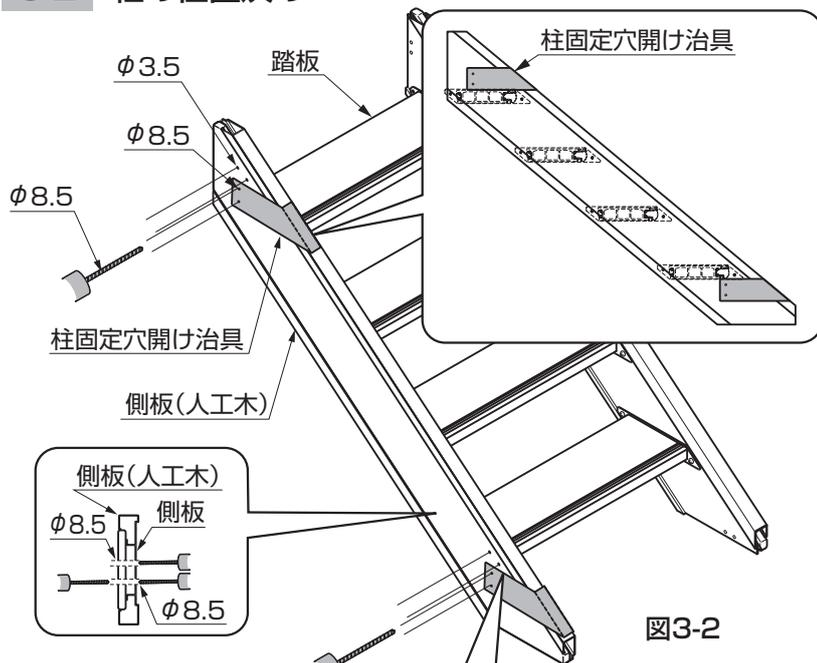

図3-2
① 柱固定穴開け治具を図のように使い、踏板面の上か下に合わせて側板の内外両側から $\phi 8.5$ の貫通穴をあけてください。(図3-2参照)
② グリップライン取付金具取付穴の上側に $\phi 3.5$ の穴を2つあけてください。(図3-2参照)